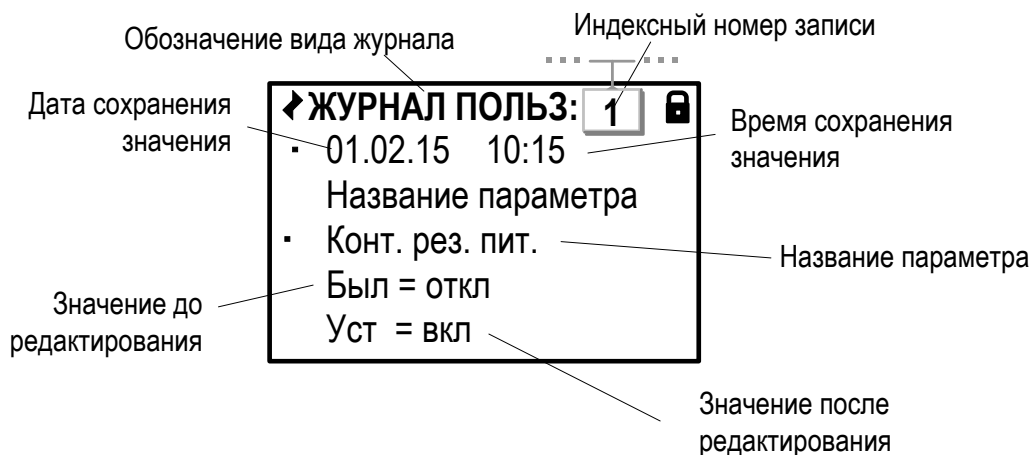

Рис.48. Вид окна индикации «Журнала пользователя».
8.3.7. Действия пользователя при выполнении настроек в ТВ фиксируется в **Журнале пользователя** (рис.48).